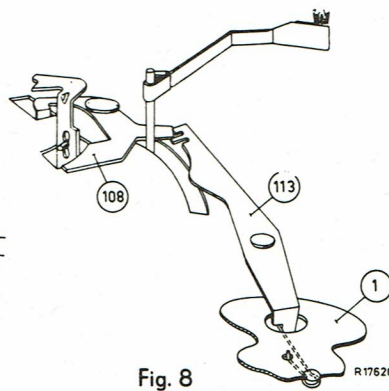

Fig. 8
C. MANETTE DE VERROUILLAGE 113 ET EQUERRE DE VERROUILLAGE 108 (fig. 8)